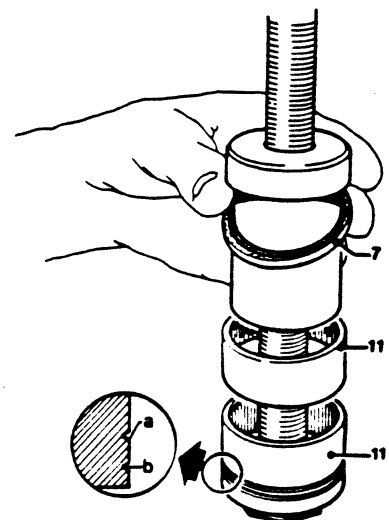
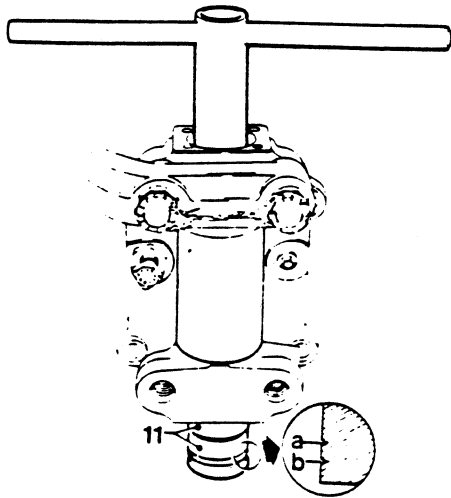
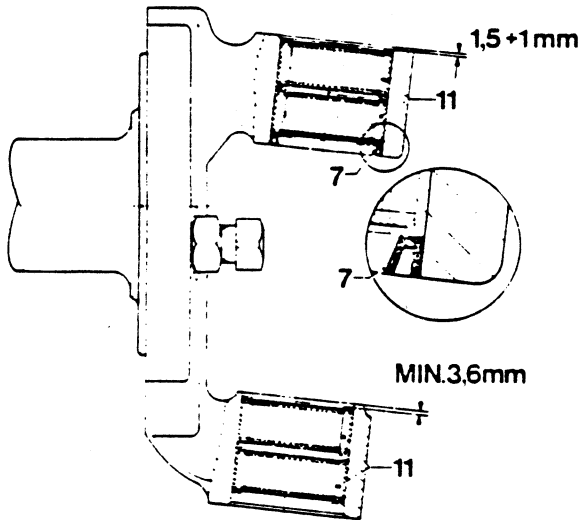

Fig. 15
Fig. 16
Fig. 17
1. Als de naaldlagers 11 in de fusee gemonteerd worden MOET gebruik gemaakt worden van het speciaal gereedschap (zie Fig. 15) om te voorkomen dat de houder van de naaldlagers beschadigd wordt. De keerring 7 kan tegelijkertijd met de naaldlagers 11 gemonteerd worden, waarbij erop gelet moet worden dat de lip van de keerring naar de asvuistzijde gericht is (zie Fig. 17).
2. Pers m.b.v. speciaal gereedschap de naaldlagers 11 in de fusee 10 (zie Fig. 16). De naaldlagers 11 moeten op de voorgeschreven afstand gemonteerd worden (zie Fig. 17). Om dit te vergemakkelijken zijn op het speciaal gereedschap twee groeven aangebracht (a en b in Fig. 16). Let op: lagers altijd van buiten naar binnen persen i.v.m. de afschuining in de fusee.